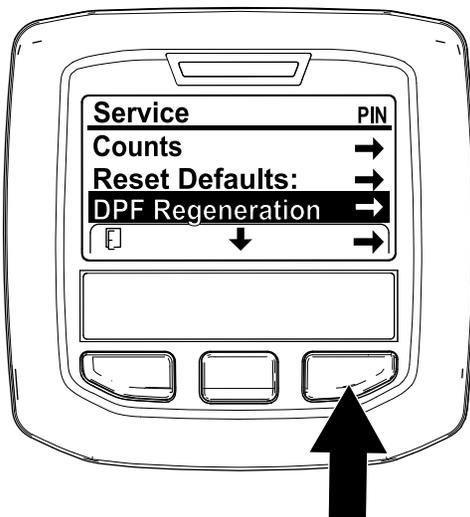

Figura 63
- Accedete al menu Service e premete il pulsante centrale per scorrere il menu verso il basso fino all'opzione DPF REGENERATION ((Rigenerazione FAP) (Figura 63).
- Premete il pulsante destro per selezionare la voce DPF Regeneration (Figura 63).